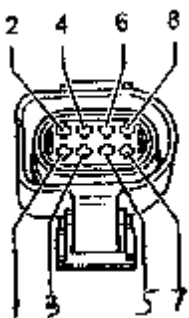

图 3-19 节气门控制部件的插头
(4) 显示区域 3 中运行状态应显示为怠速 (Idling), 慢慢开启节气门, 在怠速行驶后达到一个极限点, 进一步开启节气门, 显示应跳到部分负荷 (Part throttle)。如果显示不正常, 可能的原因有同接地短路、同正极断路或短路。
(5) 拔下节气门控制部件的八针插头, 如图 3-19 所示。